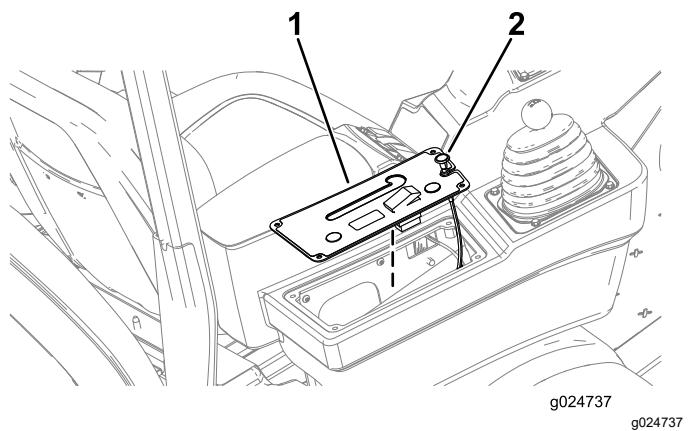

図 14
3. コントロールパネルのカバーとチョークコントロールを持ち上げる図 14。